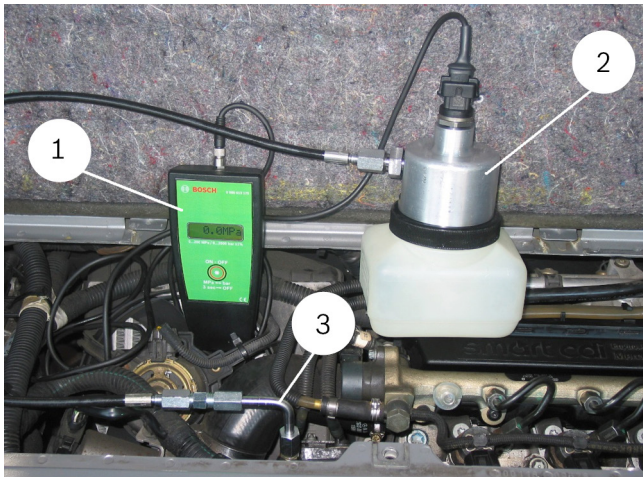

Abb. 13: Exemplo de conexão em bomba de alta pressão Common Rail CP 1
4. Conectar mangueira 60 MPa (fig. 13, pos. 3) com o adaptador correspondente de conexão, ângulo, porca e anel de pressão (rosca à esquerda) na bomba de alta pressão.
5. Conectar a mangueira no módulo do medidor de pressão (fig. 13, pos. 2).
7. Conectar cabo de conexão no medidor digital de pressão (fig. 13, pos. 1) e no sensor de pressão Rail do módulo do medidor de pressão (fig. 13, pos. 2).